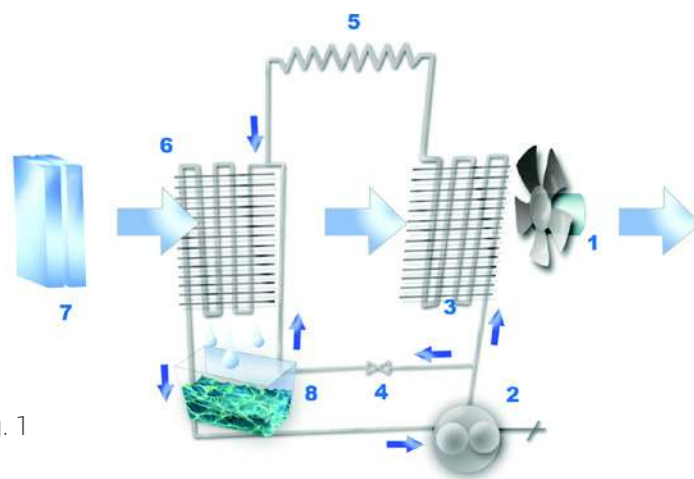

Fig. 1
- compressore (n°2 - Fig. 1): determina la circolazione del fluido refrigerante,
- condensatore (n°3 - Fig. 1): in tale elemento, fisicamente simile al radiatore dell'automobile, il fluido allo stato gassoso, spinto dal compressore si trasforma in liquido cedendo calore; tale calore riscalda il condensatore stesso,
- tubo capillare (n°5 - Fig. 1): in tale elemento il fluido, divenuto liquido, espande riducendo la propria pressione,
- evaporatore (n°6 - Fig. 1): in tale elemento, anch'esso costituito da una batteria simile al radiatore auto, il liquido si trasforma in gas sottraendo calore e di conseguenza raffreddando l'evaporatore.
L'aria da deumidificare viene spinta attraverso il deumidificatore da un ventilatore (n°1 - Fig. 1) attraversando prima l'evaporatore (freddo) e poi il condensatore (caldo).
1. Ventilatore - Fan • 2. Compressore - Compressor • 3. Condensatore - Condenser • 4. Valvola by-pass - By-pass valve (Fig. 1) • 5. Tubo capillare - Coiled tube (Fig. 1) • 6. Evaporatore - Evaporator • 7. Filtro aria - Air filter • 8. Vaschetta raccolta acqua - Tank for collecting water • 9. Umidostato - Humidistat • 10. Spia vaschetta piena - Warning lamp: water container full • 11. Spia di sicurezza - Warning lamp: overheating • 12. Interruttore - On/off switch • 13. Contatore - Timer • 14. Tasto per versione dual voltage - Switch for dual voltage version
- compressor (n°2 - Fig. 1): this determines the circulation of the refrigerant,
- condenser (n°3 - Fig. 1): in this part, which is physically similar to a car radiator, the gaseous state fluid, driven by the compressor is transformed into liquid and releases its heat; the heat generated heats the condenser itself,
- coiled tube (n°5 - Fig. 1): in this element the fluid, which has become liquid, expands and reduces its own pressure,
- evaporator (n°6 - Fig. 1): in this element, which too consists of a group similar to a car radiator, the liquid is transformed into gas by subtracting heat and consequently cooling the evaporator.
The air for dehumidification is drawn through the dehumidifier by a fan (n°1 - Fig. 1) crossing first the evaporator (cold) and then the condenser (hot).